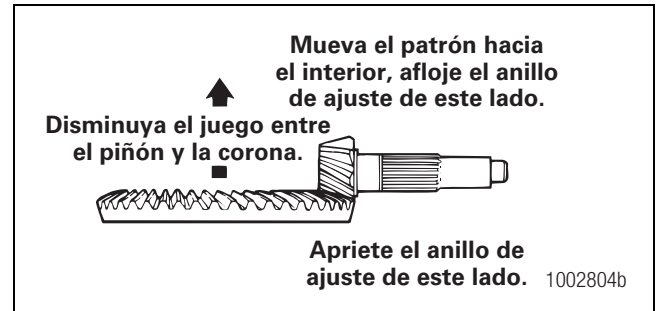

Figura 5.57
- Disminuya el juego para mover los patrones de contacto hacia la parte interior de los dientes de la corona. Figura 5.57.